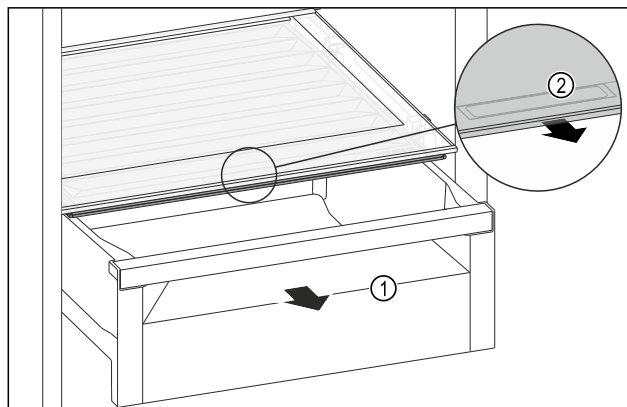

Fig. 108
- Húzza ki a fiókot Fig. 108 (1).
- Fogja meg a süllyesztett fogantyút Fig. 108 (2) a rekeszfedélen, és ezzel egy időben húzza előre felé a rekeszfedélet.